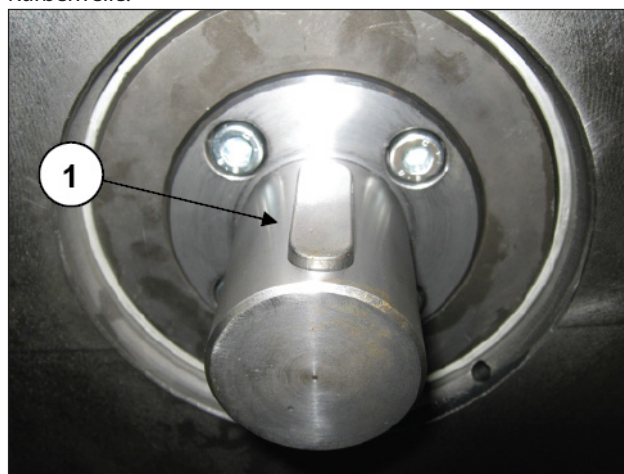
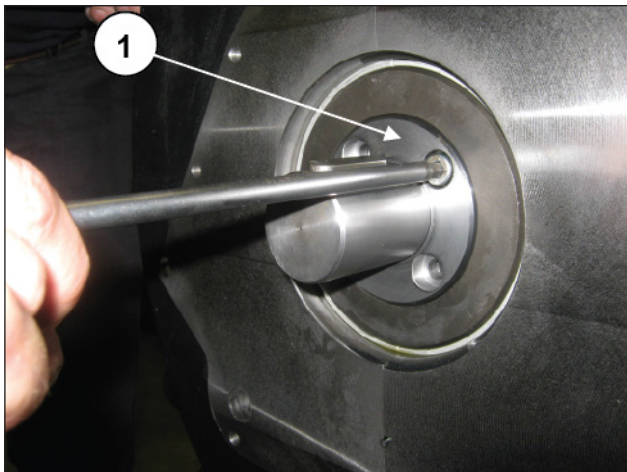

Abb. 23
Abb. 24
Entfernen Sie die Passfeder aus dem Schaft der Ölpumpensteuerung (Pos. ①, Abb. 23). Lösen Sie die vier Schrauben M8 (Pos. ①, Abb. 24) und entfernen Sie den Schaft der Ölpumpensteuerung von der Kurbelwelle.